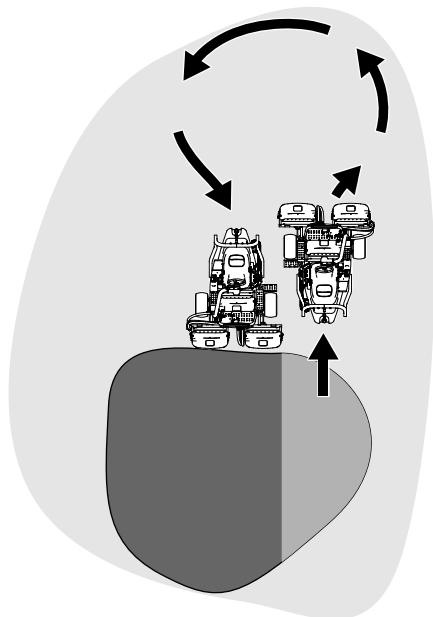

Figura 22
6. Per ridurre i tempi operativi e facilitare l'allineamento per la passata successiva, sterzate momentaneamente la macchina nella direzione opposta, quindi sterzatela nella direzione della porzione non tagliata con una svolta a forma di goccia (Figura 22) per allinearvi rapidamente per la passata successiva.